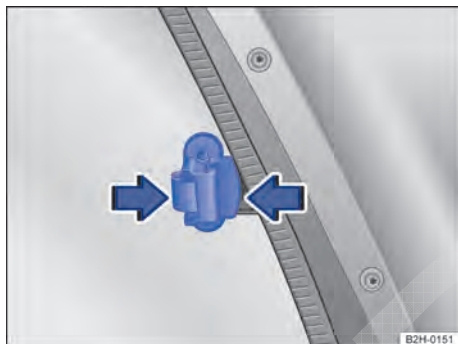

Fig. 34 No painel lateral da capota rígida do compartimento de carga: alça do vidro.
- Comprimir a alça do vidro ⇒ Fig. 34 no sentido da seta.